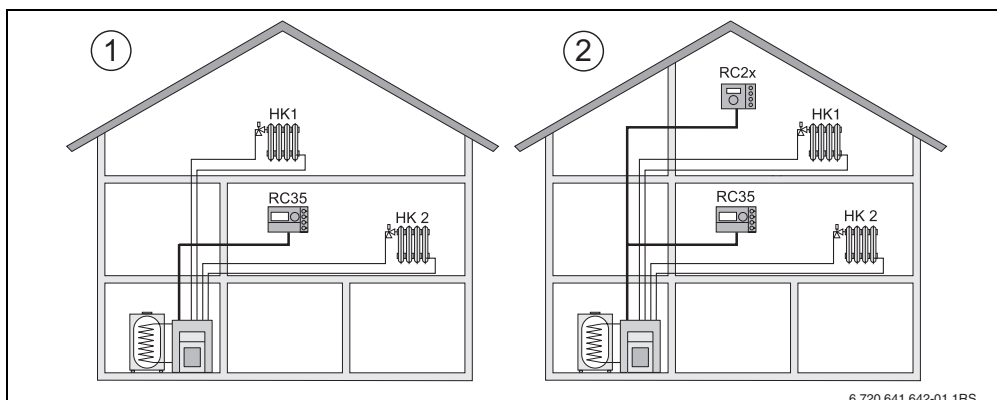

Рис. 2 Варианты управления отопительной установкой с двумя отопительными контурами
- Как единственный пульт управления на отопительной установке с двумя или более отопительными контурами1) (→ рис. 2, [1]).
- В сочетании с дистанционным управлением (например, RC2x, RC20/RF, рис. 2, [2]). В этом случае речь идёт всегда о двух отдельных отопительных контурах.